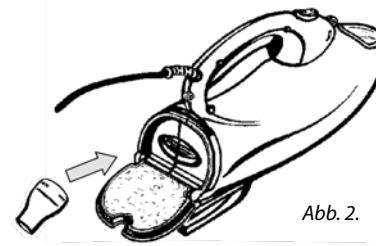

Abb. 2.
2. Legen Sie den Universaladapter in die Öffnung, siehe Abb. 2.